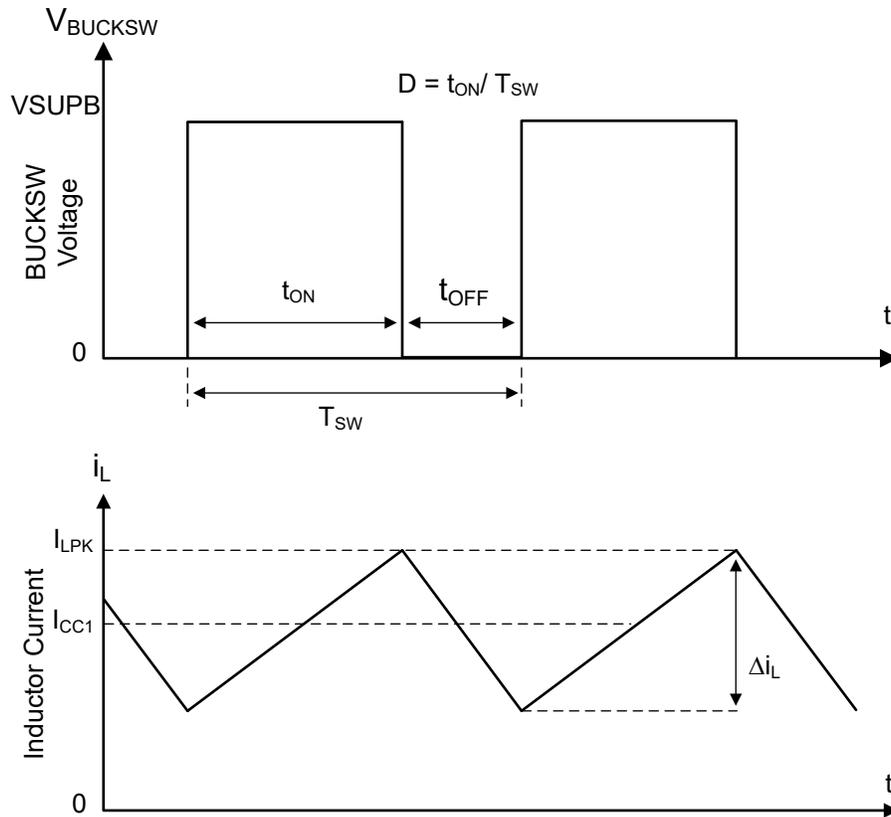

图 8-5. 连续电流模式 (CCM) 下的开关节点波形
TCAN241x-Q1 中集成的降压稳压器是一款同步降压转换器，具有集成式高侧 (HS) 和低侧 (LS) 开关。该稳压器通过以受控的占空比打开高侧和低侧 NMOS 开关，提供稳定的输出电压。请参阅图 8-5。高侧开关导通期间，BUCKSW 引脚电压上升至约 VSUPB，电感器电流 iL 以线性斜率 (VSUPB - VCC1)/L 增加。当高侧开关被控制逻辑断开时，低侧开关在经过反击穿死区时间 (tD) 后将会导通。电感器电流通过低侧开关以 -VCC1/L 的斜率放